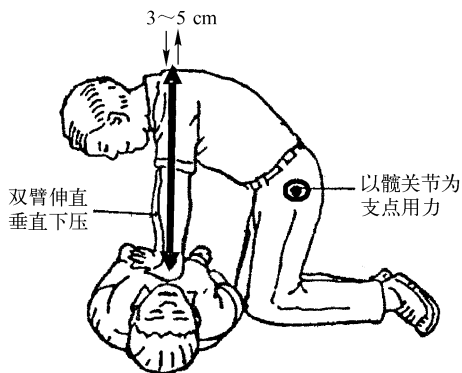

图 1-4 正确的按压方法示意图
③ 进行抢救时救护人的正确位置——以保证双臂能垂直下压来确定具体位置。
④ 正确的按压方法。
- 两手相叠，手指翘起，两臂伸直，掌心贴紧胸部，掌心均匀用力垂直下压（切忌用力过猛造成骨折），压陷 3~5 cm（以保证足够血流量），下压时应以髋关节为支点用力，而不是以腕关节或肘关节为支点用力，如图 1-4 所示。这样既能保证按压效果恢复血液循环，又能比较省力，减少体力消耗以利救护人持续抢救。